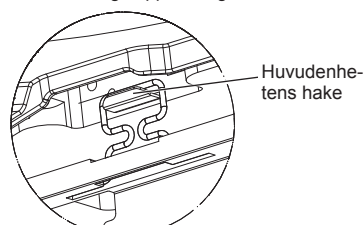

Fig. 5-6
- Efter åtdragning av skruven kontrollerar du att de två gallerkrokarna (Fig. 5-6) låses på krokarna på huvudenheten.